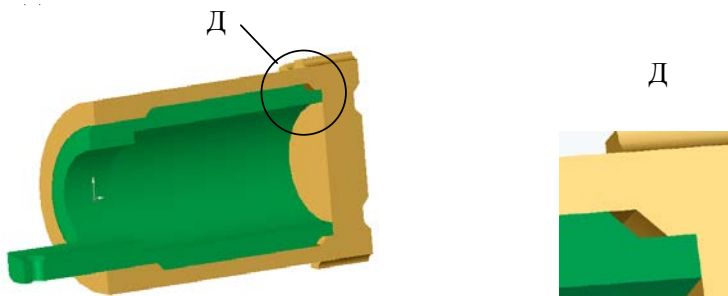

Рис. 7.4
2. Найти и зайти в режим редактирования эскиза создания внутреннего отверстия (рис. 7.4).